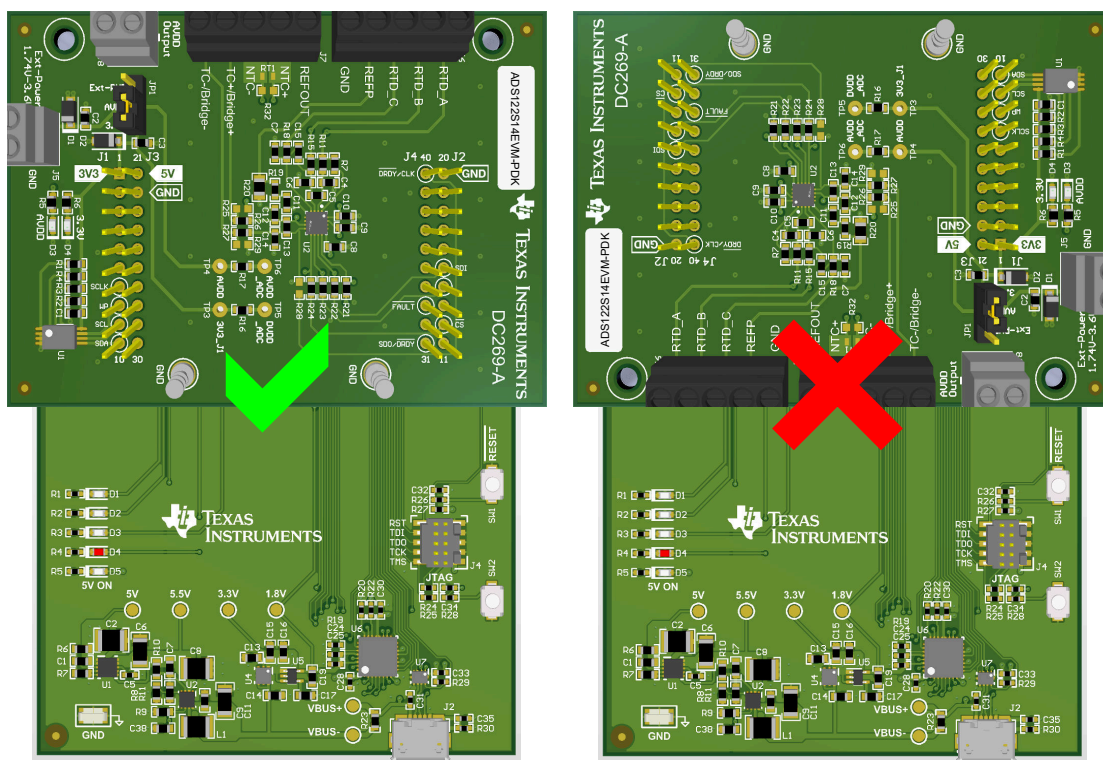

图 1-2. 将 DC269A 连接到 PAMB 控制器卡
- 如果尚未组装 PAMB 控制器卡和 ADS122S14EVM，请将 ADS122S14EVM 连接至 PAMB 控制器卡，如 图 1-2 中的左图所示。